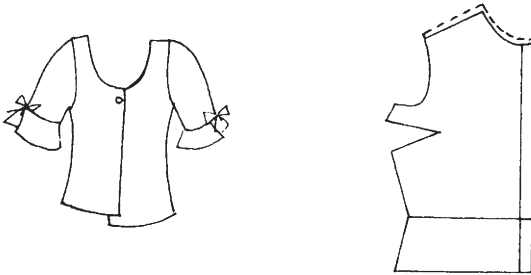

Рис. 49. Полочки заходят одна за другую
*Дефект 15:* полочки заходят одна за другую (рис. 49).